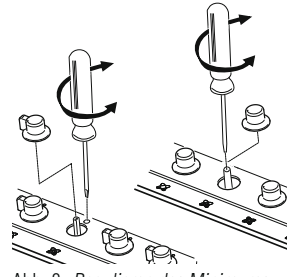

Abb. 8: Regulieren des Minimums
2. Ziehen Sie den Drehknopf des Gashahnen ab und drehen Sie an der Regulierschraube [Abb.8] im Innern oder an der Seite des Hahnenstifts (je nach Modell) bis eine regelmässige Minimumflamme erreicht wird. Wenn ein 2-Gänge Gashahn vorhanden ist [Abb. 12-13], es gibt zwei Reglungsschraube für die minimale Gasstromanpassung.